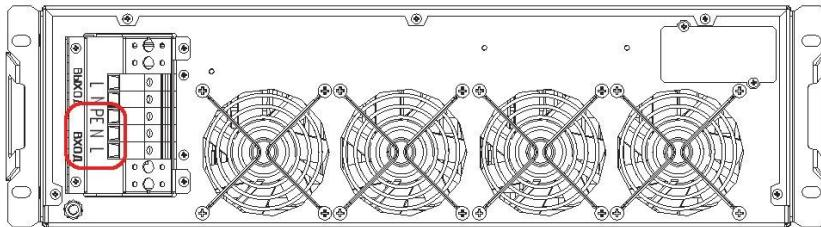

Рисунок 25. Стабилизаторы Штиль IS8000RT и IS10000RT. Выводы «Вход PE-N-L»
- у моделей IS8000RT, IS10000RT с помощью выводов «Вход PE-N-L» (**рисунок 25**);